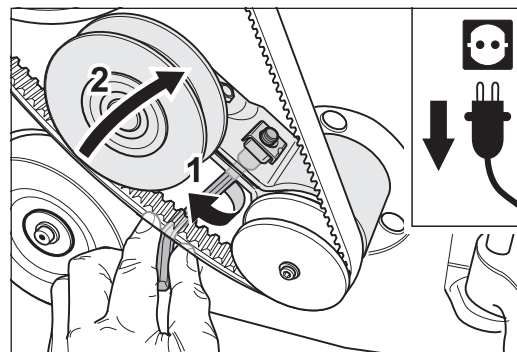

Abb. 89 Die Klemmschraube des Riemenspanners lösen (1) und den Keilriemen entspannen (2).
- 6 Lösen Sie die Klemmschraube des Riemenspanners für den Keilriemen des Ventilators (Abb. 89, 1).
- 7 Drehen Sie den Riemenspanner nach rechts (Abb. 89, 2). Dadurch wird der Keilriemen entspannt.
- 1 Lösen Sie die Klemmschraube des Riemenspanners für den Keilriemen des Ventilators (Abb. 89, 1).
- 2 Drehen Sie den Riemenspanner nach rechts (Abb. 89, 2). Dadurch wird der Keilriemen entspannt.